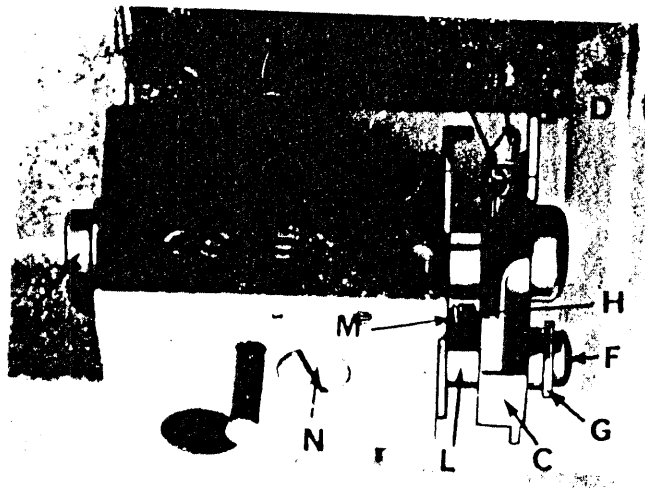

fig.11
7. Montaggio del coltello inferiore (fig. 11)